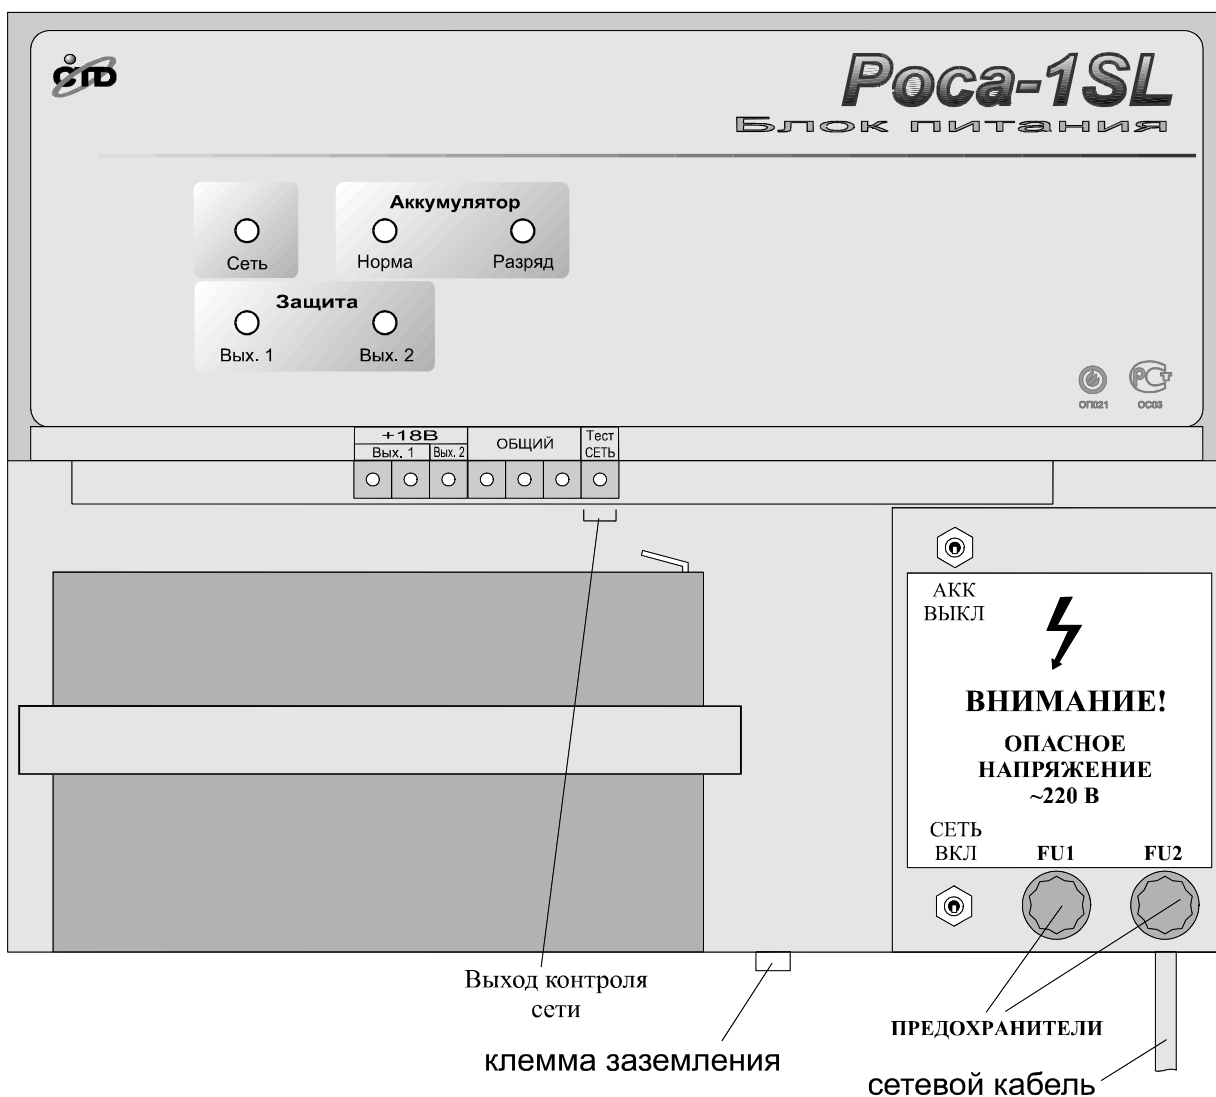

Рисунок 1. Внешний вид назначение контактов отсека коммутации РИП «Роса-1SL».
5.1. Внешний вид блока показан на рис. 1. Для подготовки к работе необходимо открыть отсек коммутации, для чего отвернуть два крепёжных винта на нижней стороне блока и потянуть крышку на себя.
- 5.4. Подключить нагрузку к соответствующим контактам колодки коммутации (см. рис. 1).